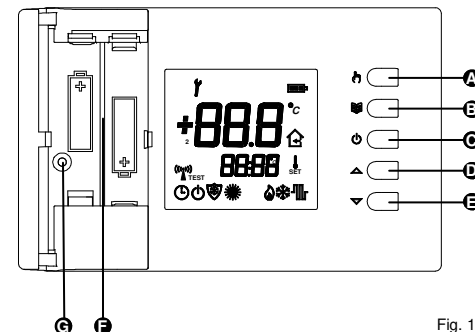

Fig. 1
2. Inserire correttamente le batterie (rispettando la corretta polarità) nel vano batterie (di Fig. 1), non usare pile scariche, usare pile alcaline.